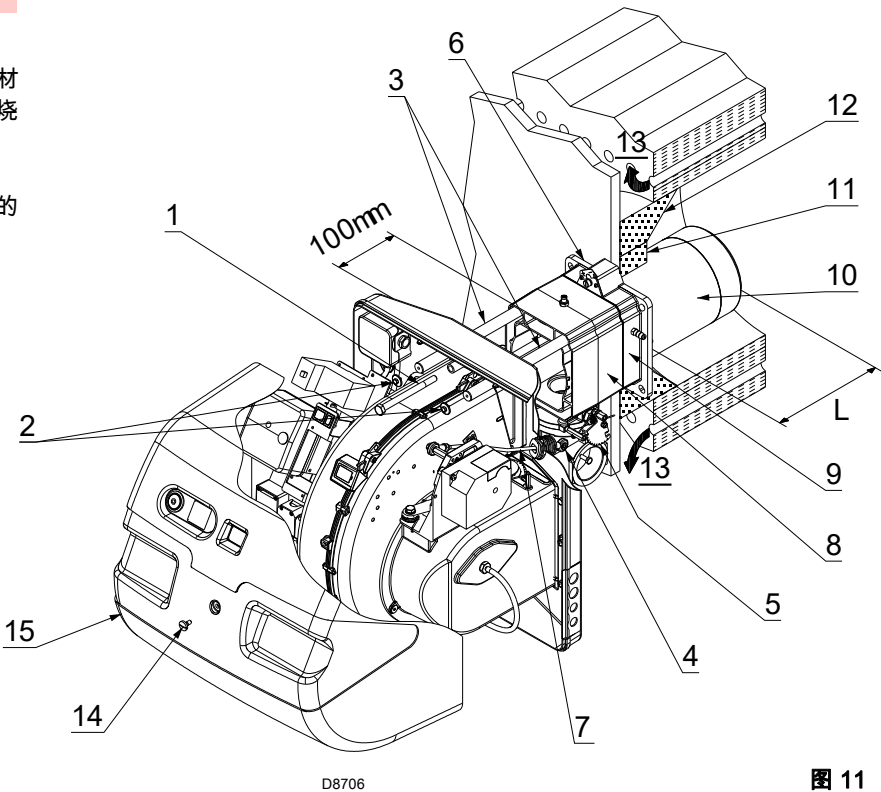

图 11
此保护性炉补不得妨碍取下燃烧筒。见图 11。
从燃烧器上取下燃烧头，见图 11。
上述操作完成后，将法兰 9)(图 11) 安装到锅炉钢板上，并在法兰和锅炉钢板间插入随附的隔热垫 6)(图 11)。
- 重新将燃烧器4)沿滑杆3)安装至离管路接口5)约100 mm处，此时燃烧器位置如图 11 所示；